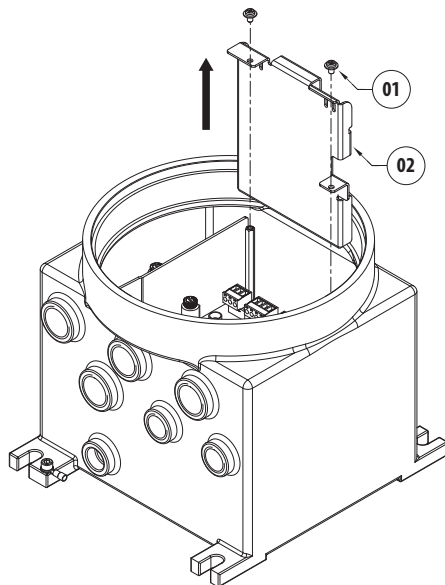

Fig. 7
Rimuovere le viti (01) ed estrarre la splice tray (02) (Fig. 7, pagina 14).